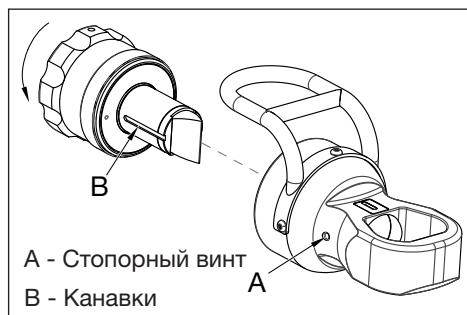

Рисунок 2: Сборка цилиндра и режущей головки
2. Ослабьте стопорный винт (рисунок 2, позиция А) расположенный на корпусе режущей головки.
3. Вставьте цилиндр в головку, совместив осевой паз в держателе режущего клина (рисунок 2, позиция В) с установочным винтом (рисунок 2, позиция А) в выточке режущей головки. После совмещения вращайте цилиндр в показанном направлении, чтобы наживить резьбу.
3. Если затянут стопорный винт, расположенный на гильзе режущей головки, ослабьте его. См. рисунок 2, позиция А.
3. Если затянут стопорный винт, расположенный на участке гильзы режущей головки, ослабьте его. См. рисунок 2, позиция А.